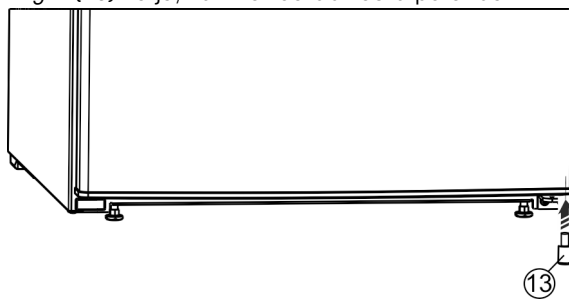

Fig. 9
- ▶ Pange distantsdetail Fig. 9 (13) all paremal ukse sisse tagasi, sest see on tähtis seadme seisustabiilsuse tagamiseks.